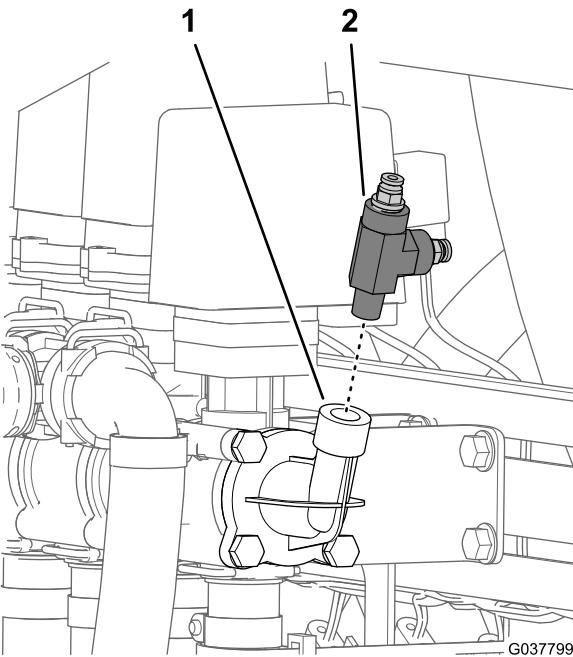

Figura 13
- Rimuovete il raccordo a T dal raccordo del foro di pressione (Figura 13).